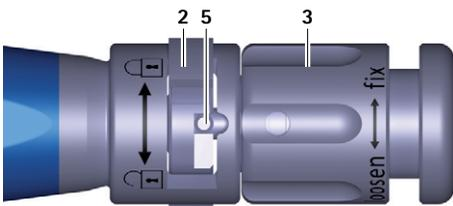
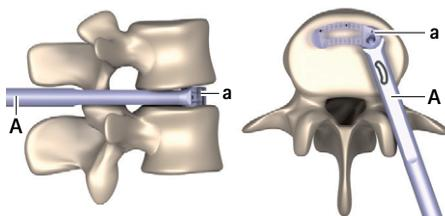

Fig. 3 Vue rapprochée de l'instrument d'insertion, bouton de commande fermé
Fig. 11 Implant en position définitive
- ▶ Tourner le bouton de commande 2 vers la droite (sens ⤴), voir Fig. 3.
- ▶ Tourner l'écrou de serrage **3** en sens inverse des aiguilles d'une montre (sens "loosen") jusqu'à ce que la broche **5** se trouve entièrement dans le bouton de commande **2**, voir Fig. 3. Veiller ce faisant à ce que la broche **5** ne coince pas le bouton de commande **2**.
- ▶ Tourner le bouton de commande **2** vers la droite (sens ⤴), voir Fig. 3.
- Dès que la position définitive (voir Fig. 11) est atteinte: Tourner l'écrou de serrage **3** en sens inverse des aiguilles d'une montre (sens "loosen") jusqu'à ce que la broche **5** se trouve entièrement dans le bouton de commande **2**, voir Fig. 3. Veiller ce faisant à ce que la broche **5** ne coince pas le bouton de commande **2**.